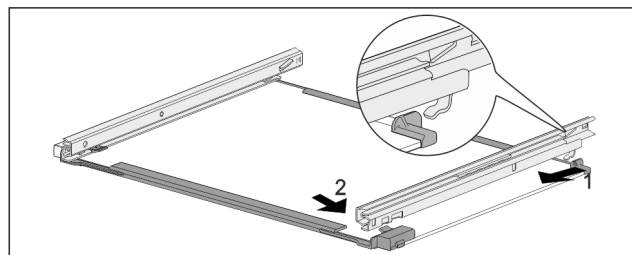

Fig. 72 Glasplatte mit Schienen
- Schiene hinten einhaken. Fig. 72 (1)
- Schiene vorne einrasten. Fig. 72 (2)